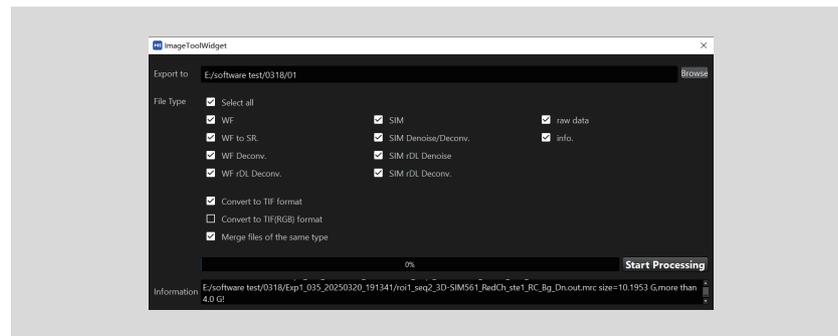

图4.6-2
**2** 进入Image Tool页面后, 首先点击Export to选择需要转tif格式文件保存的路径, File type勾选Select all进行全选, 在Processing function中可同时勾选Convert to TIF format、Convert to TIF (RGB) format和Merge files of the same type (如图4.6-2所示), 也可单独选择其中一项, 然后点击Start Processing, 待进度完成100%即可在保存路径查看转格式或Merge的图像文件。